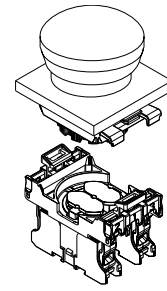

図5
5. 取り付けフランジ上への事前取付済接点キャリアの取付 (図5参照) : その後、接点キャリアを取り付けフランジ上に片側を固定して下さい。同様に、反対に置かれている箇所でも繰り返して下さい。